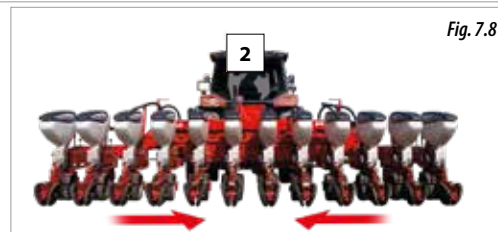

Fig. 7.8
- 3- Plier le châssis central (Fig. 7.8). Ceci est valable pour tous les semoirs sauf pour les versions repliables à châssis central fixe et à châssis Variant manuel.